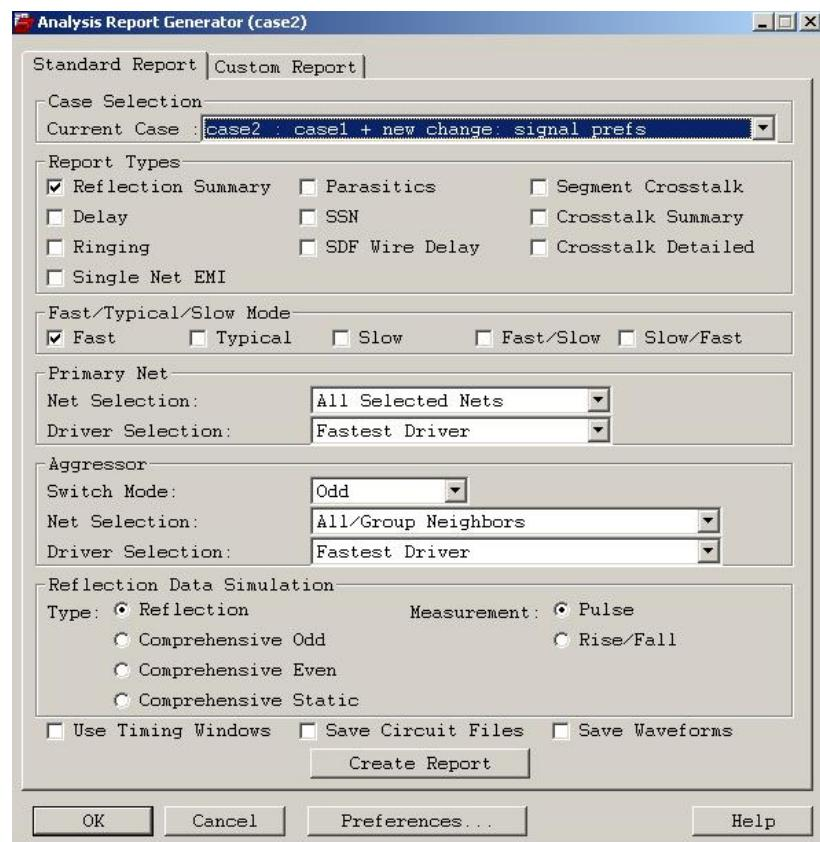

图 6-7 Analysis Report Generator 窗口
3、选择 **Reports** 按钮弹出 **Analysis Report Generator** 窗口，参照下图 6-7，设置一下报表中仿真反射的参数：